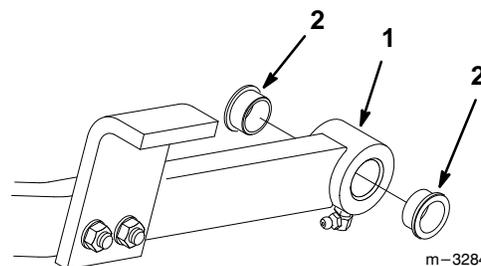

**Abbildung 37**
3. Haltering und flache Unterlegscheibe entfernen, mit denen der Schubhebel am Mäher befestigt ist (Abb. 37).
6. Den Schubhebel auf den Trägerrahmenzapfen schieben und mit einer flachen 1-1/2" (38 mm)-Unterlegscheibe und Haltering befestigen (Abb. 37).